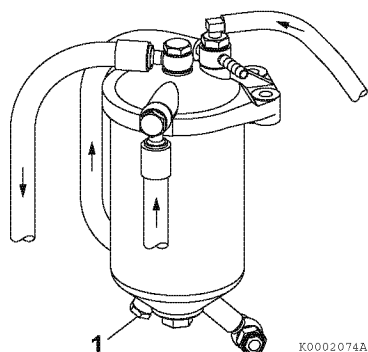

Figure 3
2. Desserrez le bouchon de purge (1, **Figure 3**). Purgez l'eau et les impuretés qui se trouvent à l'intérieur. Éliminez l'eau collectée et la poussière de façon appropriée.